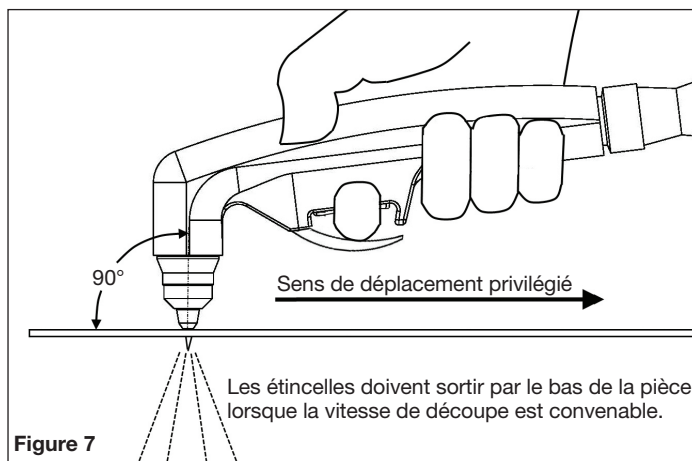

Figure 7
3. Déplacer lentement le chalumeau le long de la trajectoire de découpe prévue. La flamme doit effectuer une découpe propre dans le métal. Régler la vitesse de déplacement de la main, plus ou moins rapidement, en fonction de l'efficacité de la découpe. Le mouvement qui consiste à tirer le chalumeau est généralement plus fluide et plus contrôlable que lorsqu'on le pousse. Voir la Figure 7.
4. Les étincelles doivent passer à travers la pièce; si les étincelles rebondissent à la surface, c'est que la vitesse de déplacement de la main est trop rapide. Voir les figures 7 et 8.